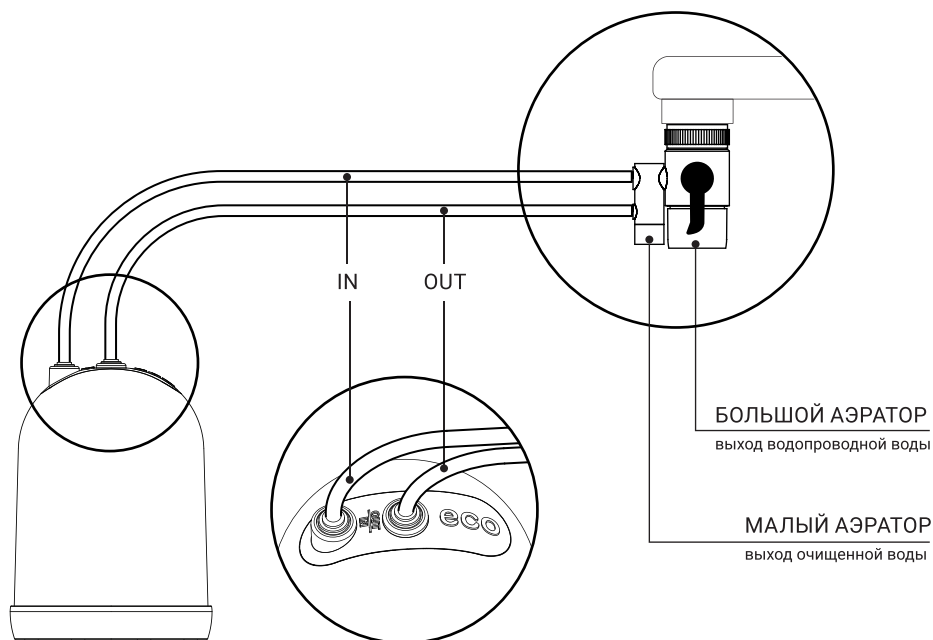

рис. 3
1. Пластиковую трубку от верхнего выхода из дивертора подключите к корпусу фильтра в фитинг с надписью "IN" (рис. 3). Для герметизации соединения приложите дополнительное усилие, при этом трубка утопится еще примерно на 3 мм и будет плотно обжата резиновым кольцом фитинга.
4. Аналогичным способом подключите пластиковую трубку от нижнего выхода из дивертора к корпусу фильтра в фитинг с надписью "OUT" (рис. 3).